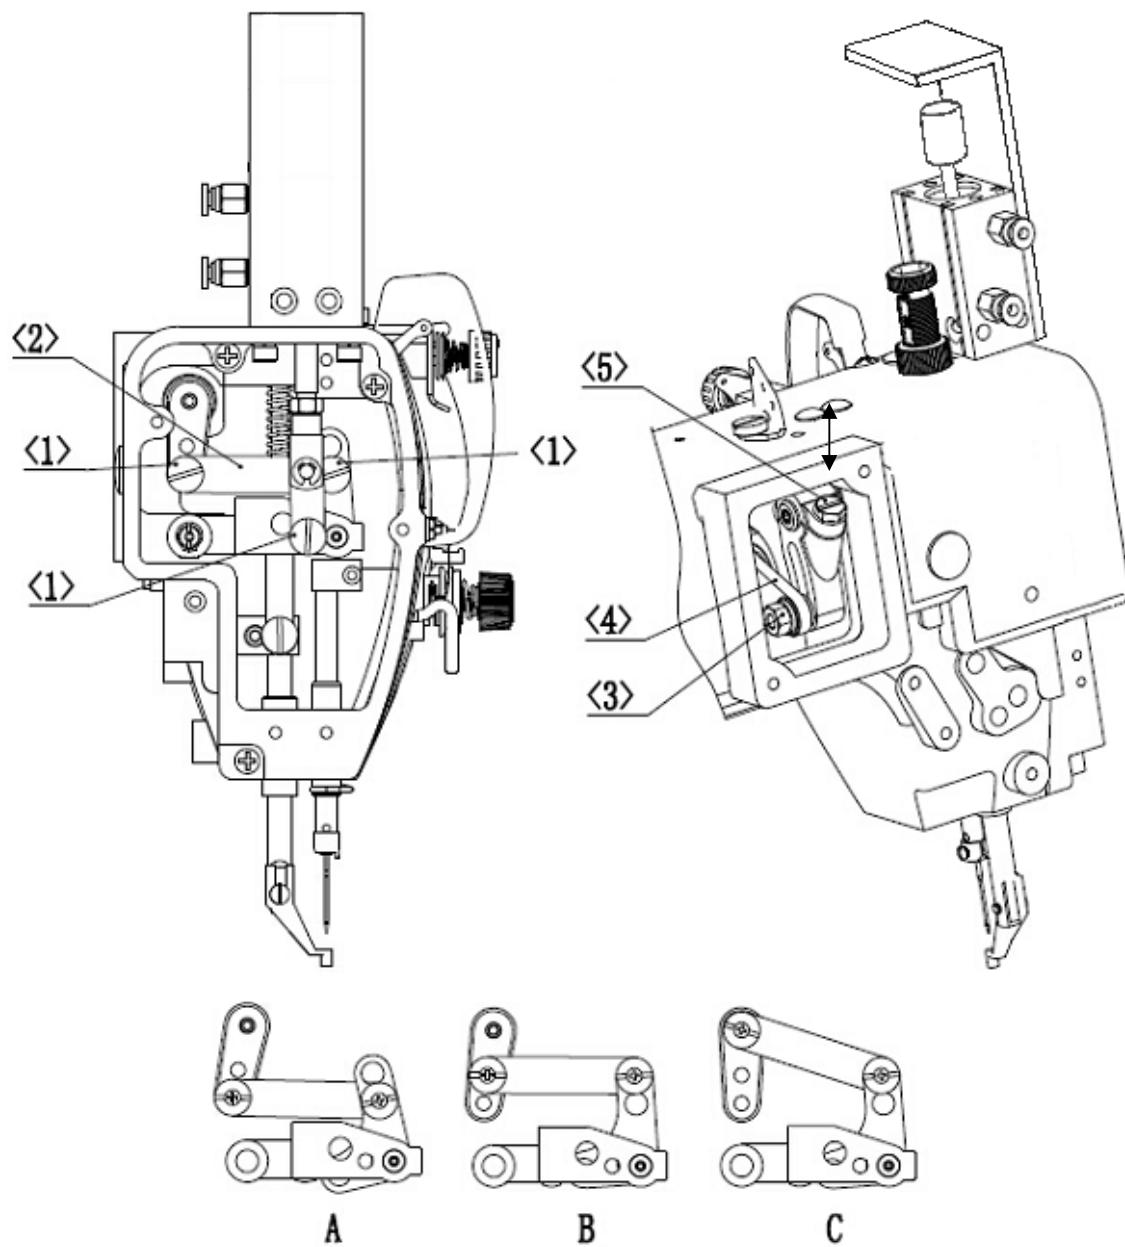

图 4-8 中压脚行程调整
- ①、拆下机前盖；
- ②、取出段螺钉<1>（3 颗），拆下间歇连杆 A <2>；
- ③、间歇连杆 A 的安装位置可更改成图 4-8 所示 A、B、C 中的任意一种；
- ④、拆下前侧盖；
- ⑤、旋松螺母<3>，调整连杆<4>的位置，如图 4-8 所示。